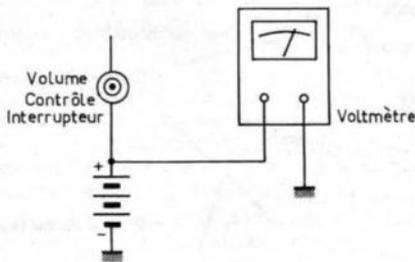

FIG. 1
L'altération suit la courbe de la figure 1, on y voit qu'en pratique les fréquences basses sont moins basses que prévues et les fréquences aiguës plus hautes. L'écart atteint - 30 centèmes pour do1 et + 30 centèmes pour do8. Le centième de ton représentant la racine 1 200 de 2 ( $1^{200}\sqrt{2}$ ), soit sensiblement 0,06 %. Donc la valeur du do1 doit être altérée de - 1,8 %. On voit que l'écart n'est pas grand et joue dans le cas de cette note sur 0,62 Hz. Cela prouve que l'oreille d'un musicien ou d'un technicien averti de l'électronique est un instrument d'une sensibilité extraordinaire (1).
mesure élevée, on relie une fiche d'essai au châssis et l'autre fiche de connexion de la batterie au potentiomètre de volume-contrôle, et si l'aiguille dévie en sens inverse de la normale, on inverse les connexions (Fig. 1).